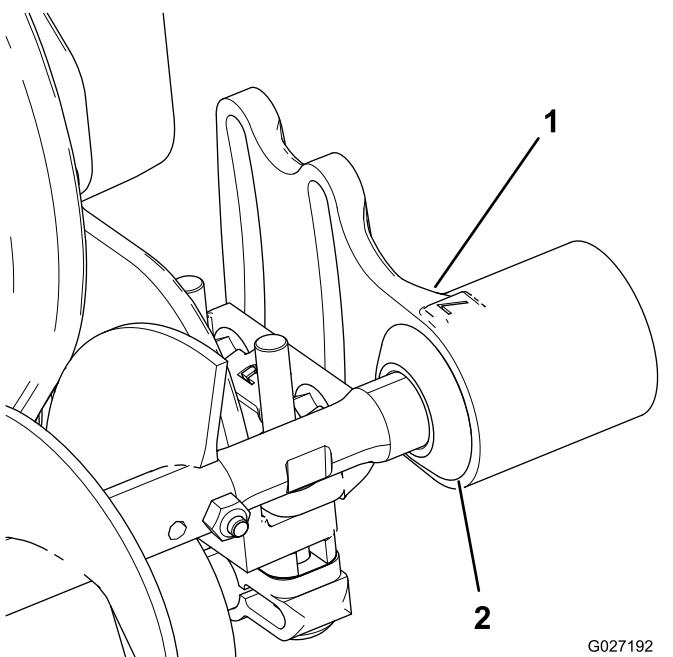

図 9
1. 各エクスクルーダシールを外側にずらし、シールのリップがそれぞれのベアリングハウジングに軽く接触するようにする図9。